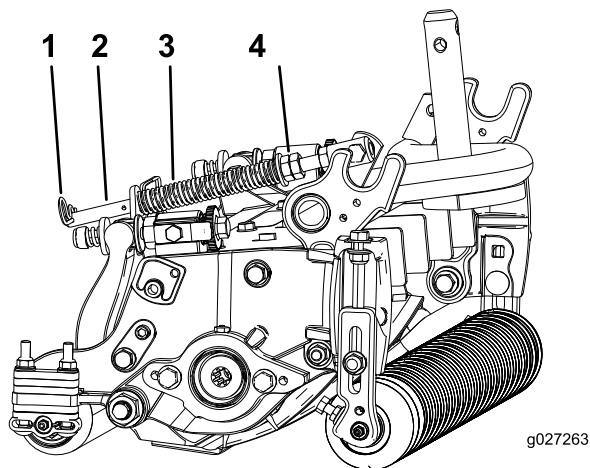

Figura 19
1. Asegúrese de que el pasador de horquilla está instalado en el taladro del extremo de la varilla del muelle (Figura 19).
2. Apriete las tuercas hexagonales del extremo delantero de la varilla del muelle hasta que la longitud comprimida del muelle sea de 12,7 cm; consulte Figura 19.